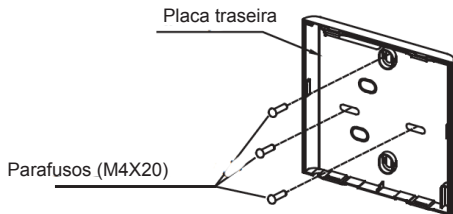

Fig 3-5
- Para montagem na superfície, apertar a placa traseira na parede com os 3 parafusos (M4x20) e tampões. (Fig 3-5)